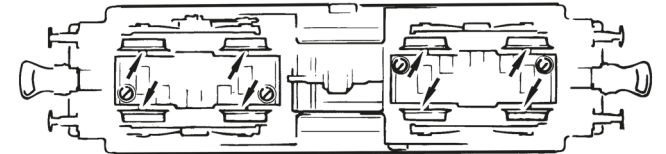
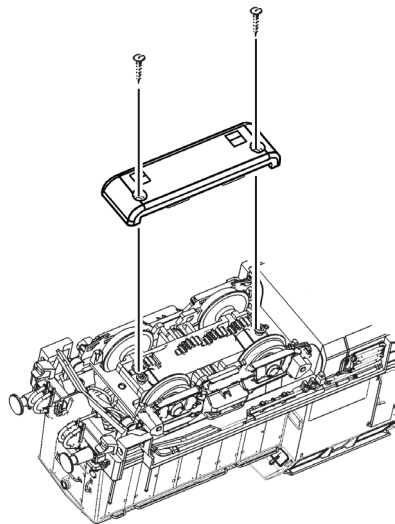

Fig. 8
Fig. 4
3. Haftreifenwechsel: Zuerst den Getriebedeckel abnehmen (Fig. 4). Danach den **Radsatz** herausnehmen und die **Haftreifen** mit einer Nadel od. mit einem feinen Schraubendreher abziehen (Fig. 8). Beim Aufziehen der neuen Haftreifen darauf achten, dass diese sich nicht verdrehen.
3. Change of traction tyre: Remove the gear cover (fig. 4). Take out **wheel set** and remove **traction tyre** using a pin or a fine screwdriver (fig. 8). When pressing on the new traction tyre please **avoid twisting it**.
3. Échange des bandages d'adhérence: Démontez d'abord **le couvercle du carter des engrenages** des en-grenages (fig. 4). Délogez ensuite les essieux bandagés et enlevez, à l'aide d'une aiguille ou d'un tourne-vis fin, les bandages d'adhérence (fig. 8). Lors du montage des nouveaux bandages veuillez veiller à ce que les bandages **ne soient pas tor-dus**.
1. siehe } Fig.4